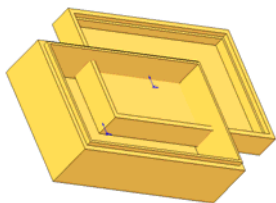

图 7-166 导入完成的模型
(1) 导入文件。新建一个装配体文件；导入下盖文件；导入上盖文件，完成后如图 7-166 所示。